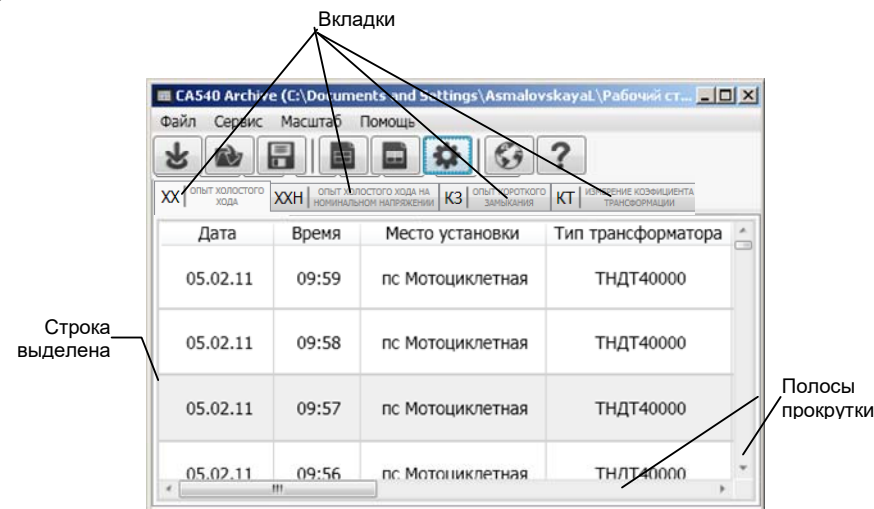

Рисунок 6.93
6) Для экспорта записей с результатами измерений в Excel открыть вкладку, данные которой будут экспортироваться, (рисунок 6.93) и щелкнуть по кнопке "Экспортировать в Excel" . Для экспорта части записей, их предварительно следует выделить с помощью одновременно нажатых мыши и клавиши **Shift** (подряд) или **Ctrl** (вразнобой), а затем щелкнуть по кнопке "Экспортировать в Excel выделенное" . На экране в программе Excel откроется файл с расширением .xls. Его содержимое можно скопировать с помощью стандартных опций копирования (**Ctrl** + **C** , **Ctrl** + **V**) в программу Word или Excel для создания "Протокола измерений", его редактирования и печати.